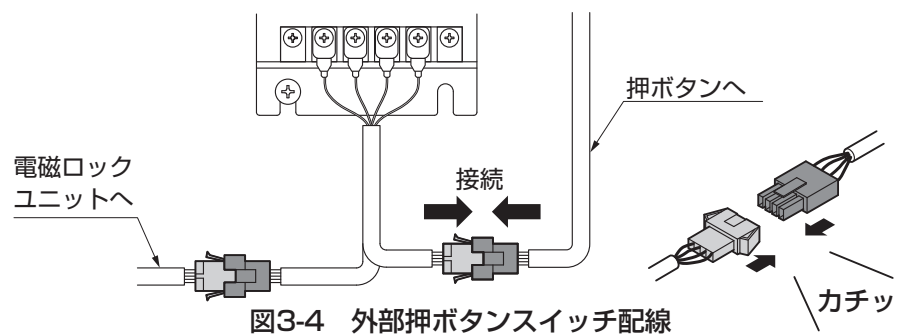

図3-4 外部押しボタンスイッチ配線
- ③電磁ロックユニットと押ボタンのコネクタを外して端子台のコネクタにそれぞれ接続してください。(図3-4参照)
- ④外部押しボタンスイッチ用ケーブルを端子台に取付けてください。
- コネクタはカチッと音がするまで差込んでください。(図3-4参照)